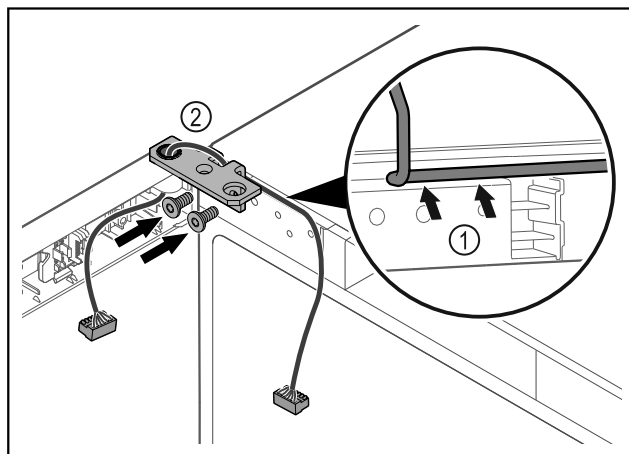

Fig. 48
- Pasar el cable por la escotadura de la escuadra de bisagra y tenderlo con cuidado Fig. 48 (1).
- Atornillar la escuadra de bisagra Fig. 48 (2).